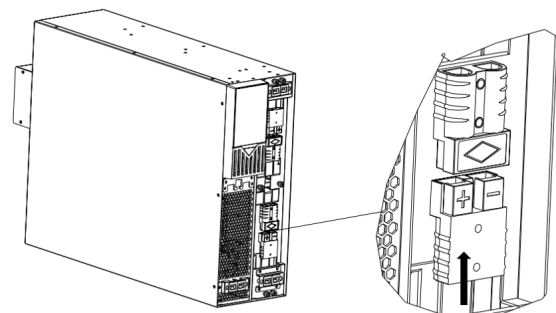

Figure 15
6. Rebranchez les modules de batterie à l'onduleur. (FIG. 15)